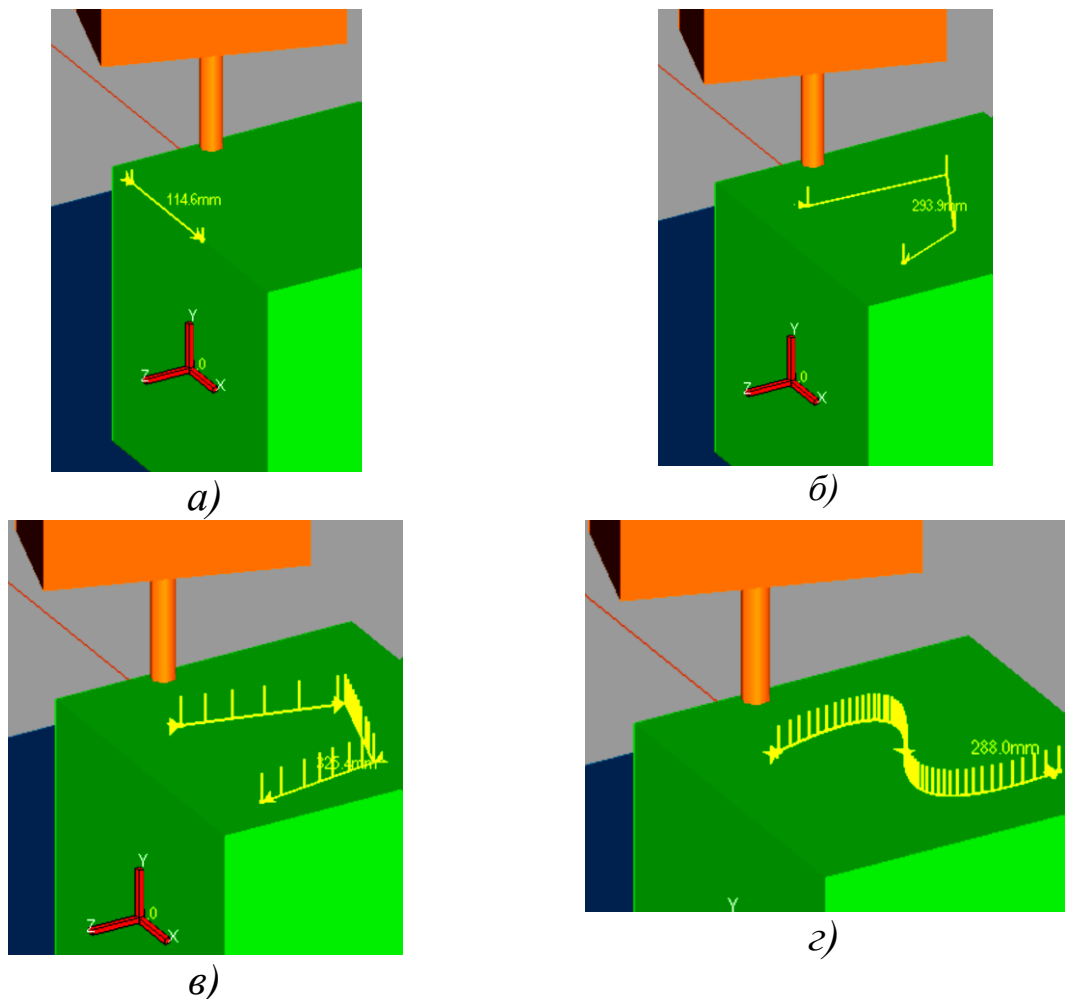

Рис. 6.7 Генерирование траекторий
- *Edge Line* – краевая линия (рис.6.7, а);
- *Freehand Line* – свободная линия (рис. 6.7, б);
- *Surface Fit Line* – линия на поверхности (рис. 6.7, в);
- *Curve* – кривая (рис. 6.7, г).
можно выбрать генерирование любой из четырёх кривых, показанных на рис. 6.7. В качестве примера рассмотрим алгоритм генерирования траектории, привязанной к грани – краевой линии *Edge Line*.